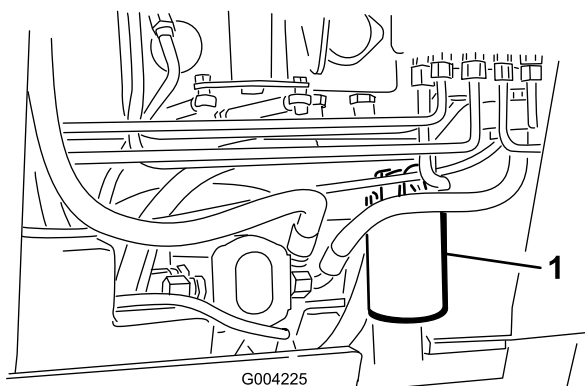

Figura 56
4. Collocare una bacinella di spurgo sotto il filtro (Figura 56).
5. Togliere il filtro usato (Figura 56) e pulire la superficie della guarnizione dell'adattatore del filtro.
7. Montare il filtro idraulico di ricambio sull'adattatore del filtro (Figura 56). Girare il filtro in senso orario finché la guarnizione di gomma non tocca l'adattatore, quindi serrare il filtro di altri 3/4 di giro.